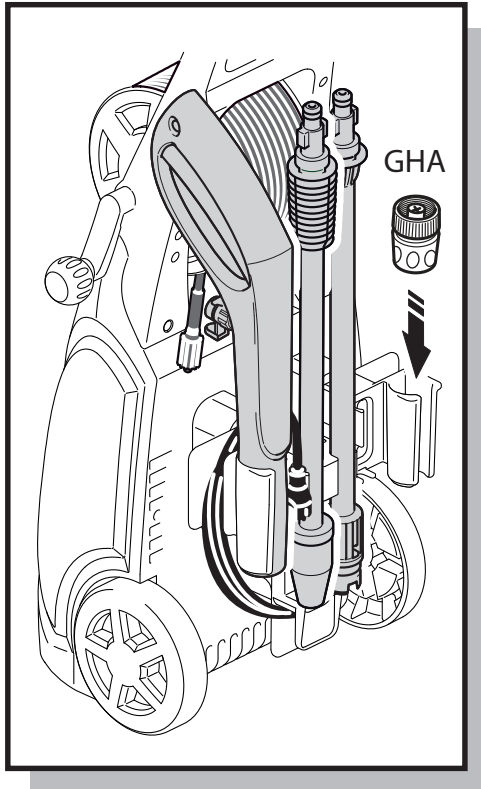

Fig. 3
- Veuillez s’il vous plaît faire référence à la (Figure 3) pour organiser les accessoires à l’intérieur du rangement accessoires.